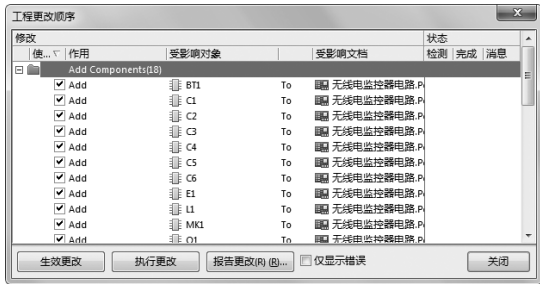

图 8-48 “工程更改顺序”对话框
(4) 选择菜单栏中的“设计”→“Update PCB Document 无线电监控器电路.Pcb Doc”命令，系统弹出“工程更改顺序”对话框，如图 8-48 所示。